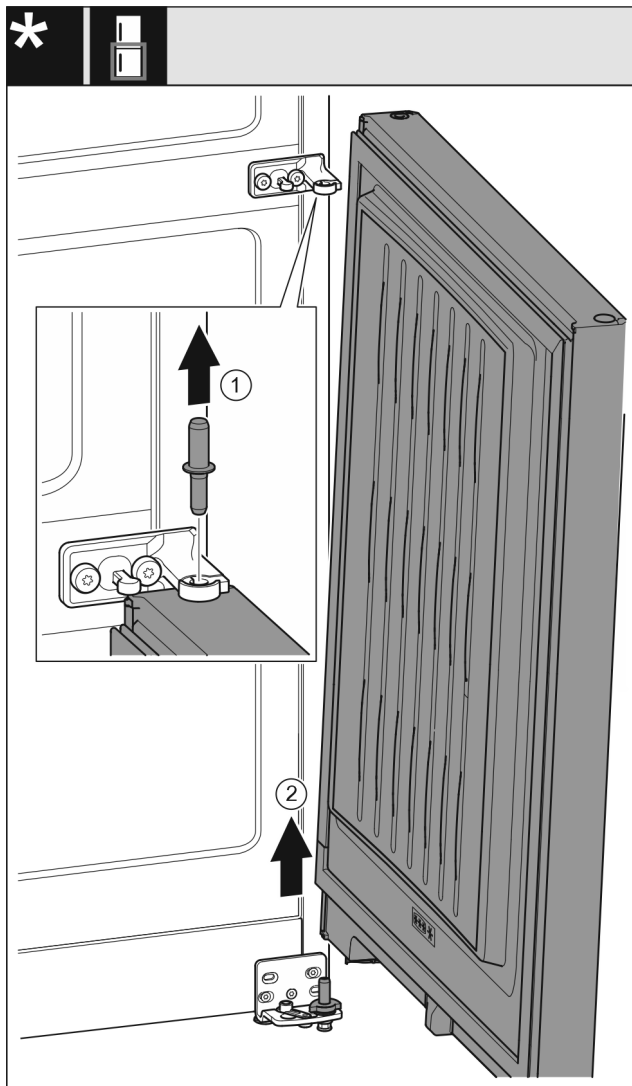

Fig. 9 Sans amortisseur de fermeture
- Retirer l'axe Fig. 9 (1) par le haut.
- Faire pivoter la porte Fig. 9 (2) vers l'extérieur, la retirer par le haut et la mettre de côté.